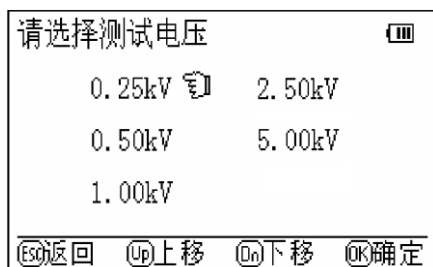

图 2
4.2 开机自检约 5 秒钟后，显示测试电压等级选择窗口。可根据屏幕下部的按键功能提示进行操作，如图 2。